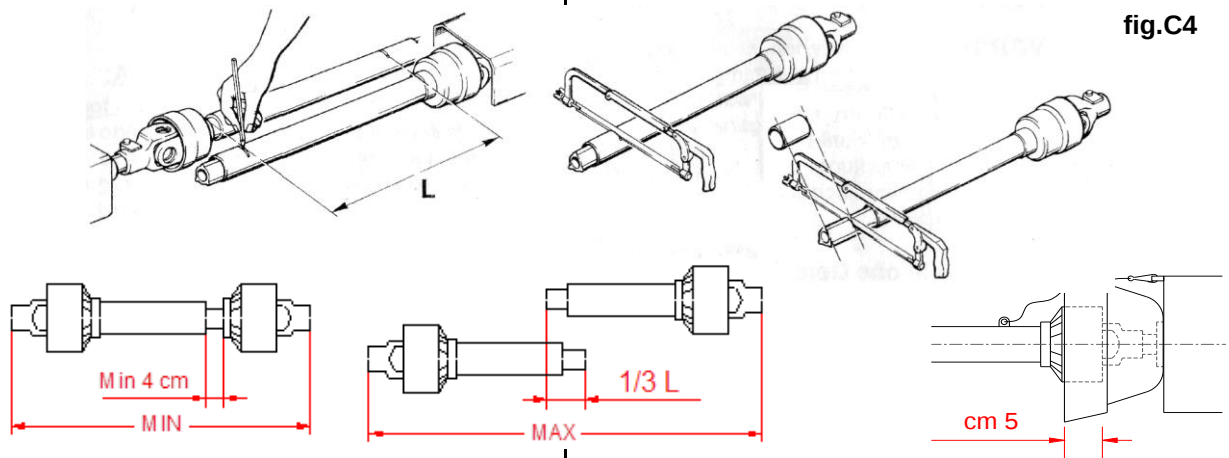

fig.C4
- **Adattamento:** l'albero cardanico (sia fornito in dotazione all'attrezzatura che venduto come accessorio) è di lunghezza standard. Si rende quindi necessario adattarlo al trattore sul quale lo spandivoltafieno viene installato. Per tale operazione procedere come segue (**fig.C4**):
- **Adaptation:** the cardan shaft (either supplied with the equipment or sold separately as an accessory) is standard length. It is therefore necessary to adapt it according to the tractor on which the bar rake will be installed. For this operation, proceed as follows (**fig.C4**):
- bloccare i tubi di protezione con le apposite catenelle (**fig.C5**), rispettivamente al trattore e al ranghinatore, per impedirne la rotazione. Il ricoprimento tra cuffia ed albero cardanico non deve essere inferiore a 5 cm (**fig.C4**).
- block the protection tubes with the special chains (**fig.C5**), respectively, on the bar rake and on the tractor in order to prevent them from rotating. The overlap between the guard and the cardan shaft must not be less than 5 cm (**fig.C4**).